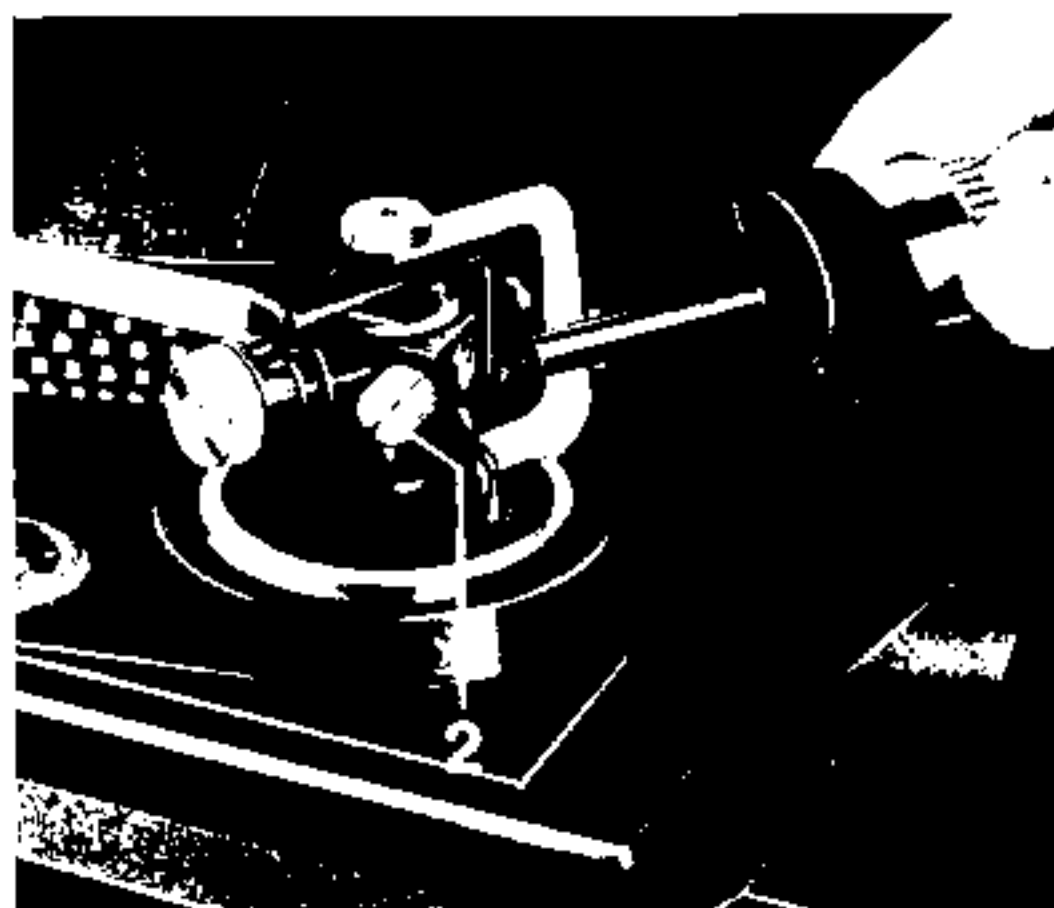

Fig. 2
Nun setzen Sie den Plattenteller unmittelbar auf die Motorachse. Nehmen Sie bitte das Tonarm-Balancegewicht aus dem Styroporeinsatz und stecken Sie den Dorn des Balancegewichtes, nach Lösen der Feststellschraube (2), in die dafür vorgesehene Öffnung am hinteren Ende des Tonarmes. Die dreikantförmige Aussparung am Dorn muß dabei nach unten zeigen (Fig. 2). Das Ausbalancieren sowie das jetzt erforderlich werdende Einstellen von Auflagekraft und Antiskating ist ausführlich beschrieben auf der Seite 10.